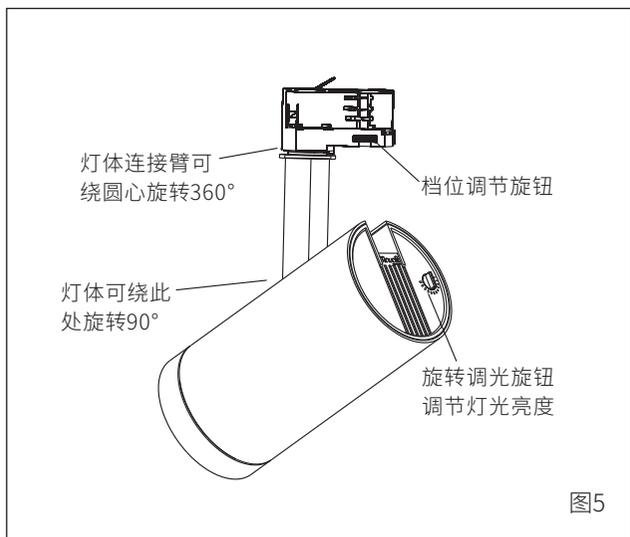

图5
6. 灯具安装好后,灯体可水平旋转360°，垂直旋转90°（图5）；
7. 旋转调光旋钮，可按需要调节灯具亮度（图5）；